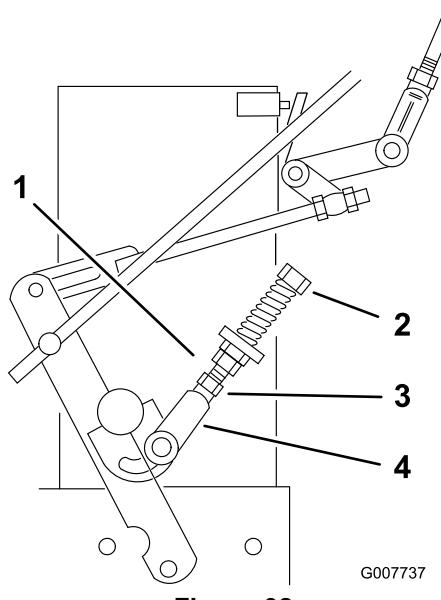

Figura 32
9. Se la ruota gira mentre la leva della trazione è trattenuta in posizione di folle, è necessario regolare il tirante del comando di folle (Figura 32). Se la ruota di ferma passate al punto 12.
10. Allentate il dado contro la forcella del tirante del comando di folle (Figura 32).
11. Regolate il tirante del comando di folle finché la corrispondente ruota motrice non si ferma, quando la leva della trazione viene tirata contro la molla di folle (posizione folle) (Figura 32).
12. Girate il bullone di regolazione di circa 1/4 di giro in senso orario se la ruota gira all'indietro o di circa 1/4 di giro in senso antiorario se la ruota gira in avanti (Figura 32).